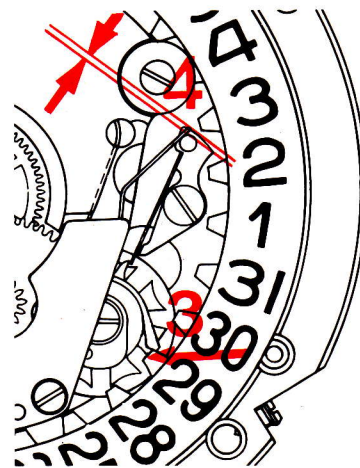

Fig. 10
Fig. 10: Cuando el muelle de arrastre toca el diente del indicador (3), el dedo de despeje de la rueda de arrastre levanta el muelle flexible (4), lo cual libera el indicador. Desde ese momento, el muelle de arrastre empuja el diente del indicador; a medianoche, el dedo de despeje libera el muelle flexible que entonces cae entre los dos dientes siguientes del indicador.
- 11.3.2. Colocar la máquina en la posición indicada por la fig. 10. Cuando el muelle de arrastre entre en contacto con el diente del indicador, según (3), la penetración debe ser entre la mitad y el tercio del ancho del extremo del muelle de arrastre. Verificar igualmente que la partición entre el muelle de arrastre y el diente sea correcta. Fijarse igualmente que el muelle flexible esté ligeramente levantado como en (4).
- 11.3.3. Colocar la máquina en la posición de la fig. 10: Levantando la rueda de arrastre del indicador de fecha, asegurarse que el muelle de arrastre no pueda tocar el puente de rodaje de minutería. Eventual corrección: disminuir el juego de altura de la rueda de arrastre, fresando el tornillo de asiento N° 52556.